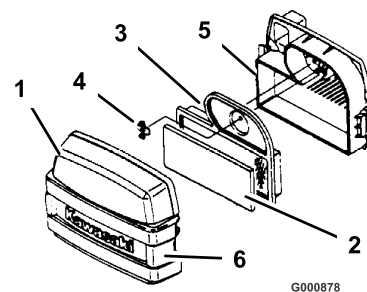

Figura 32
4. Limpie alrededor del limpiador de aire de forma que la suciedad no penetre en el motor y cause daños. Desenganche los dos cierres laterales y retire la tapa del limpiador de aire (Figura 32).
5. Separe cuidadosamente el filtro de gomaespuma del filtro de papel (Figura 32).
6. Desenrosque la tuerca de orejeta y retire el filtro de papel (Figura 32).
1. Deslice cuidadosamente el filtro de gomaespuma sobre el filtro de papel (Figura 32).
2. Coloque el conjunto del limpiador de aire sobre la base del limpiador de aire e instale la tuerca de orejeta (Figura 32).
3. Instale la tapa del limpiador de aire y fije los cierres (Figura 32).